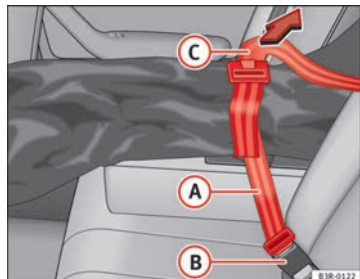

Fig. 118 Modo de asegurar el saco para objetos alargados en el cierre del cinturón de seguridad central del asiento trasero
- Introduzca el cinturón → fig. 118 del saco en el cierre del cinturón central .